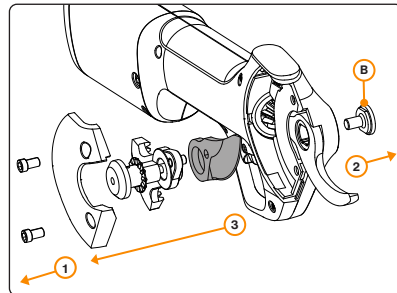

Figura 8. Cambio de la hoja de corte. Siga la secuencia que se indica en los números.
3. **Afije los tornillos de bloqueo de las hojas.** Dé dos vueltas a los (2) tornillos Allen de 4 mm (Figura 8, paso 1)
4. **Desenrosque el tornillo de montaje de la hoja.** (Figura 8, paso 2, imagen B)
5. **Cambie la hoja usada por una nueva.** (Figura 8, paso 3)